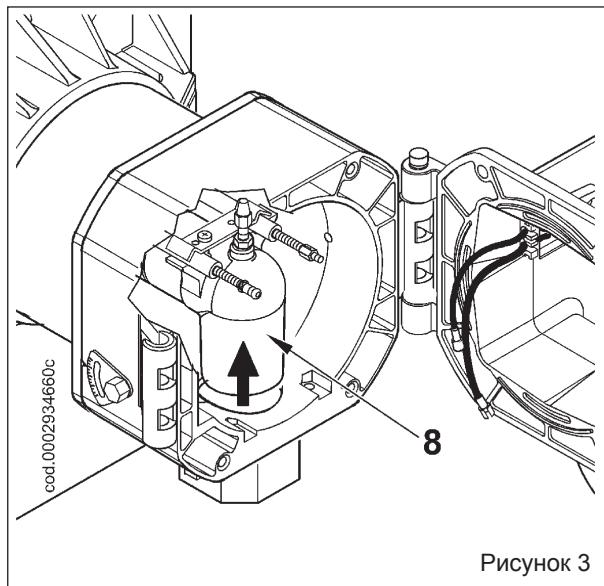

Рисунок 3
- После того как были вынуты провода розжига и ионизации (3) из соответствующих электродов, полностью отверните гайку (4) и заверните винт (5) так, чтобы он продвинулся по газоподводящему патрубку (8), как показано на рис. 3, на расстояние, достаточное для того, чтобы снять узел смесителя.
- Слегка приподнимите газоподводящий патрубок (8) (см. рисунок 3). Снимите весь узел смесителя в направлении, указанном стрелкой (9), смотрите рисунок 4.